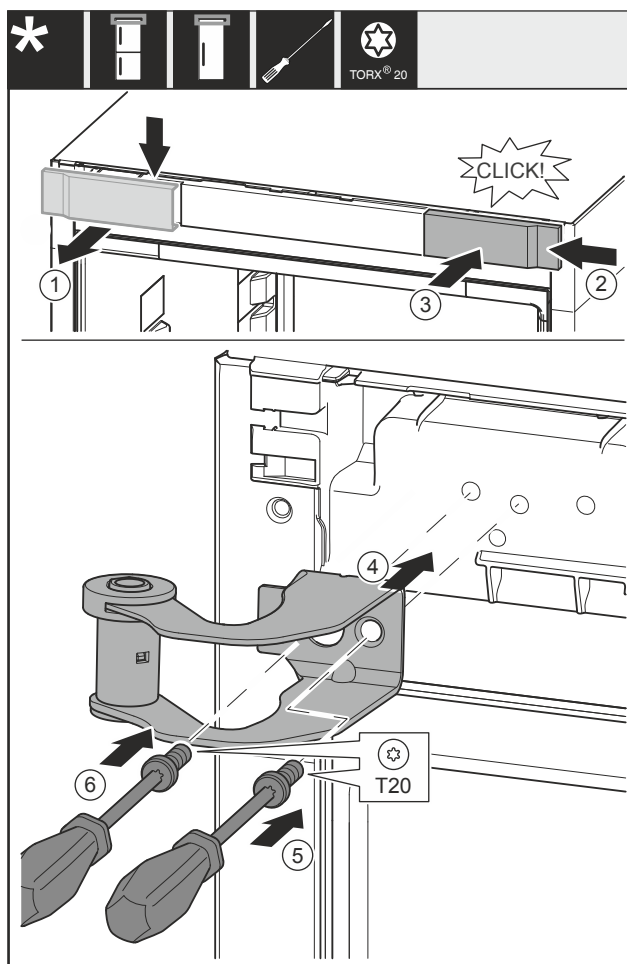

Fig. 14
- ▶ Снимите крышку Fig. 14 (1) сверху вперед.
- ▶ Навесьте крышку Fig. 14 (2), повернув ее на 180°, справа с другой стороны.
- ▶ Зафиксируйте крышку Fig. 14 (3).
- ▶ Установите верхний опорный кронштейн Fig. 14 (4).
- ▶ Затяните винт Fig. 14 (5).
- ▶ Затяните винт Fig. 14 (6).